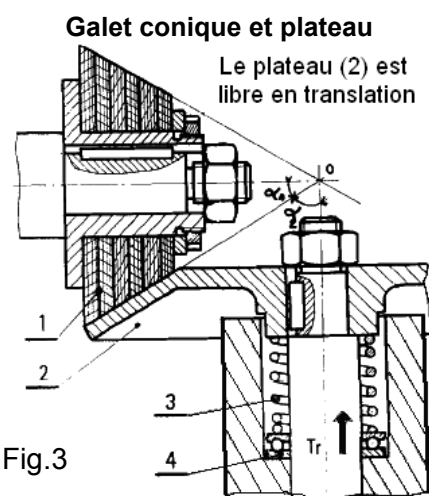

Fig.3
- Galet conique et plateau (Fig.3)